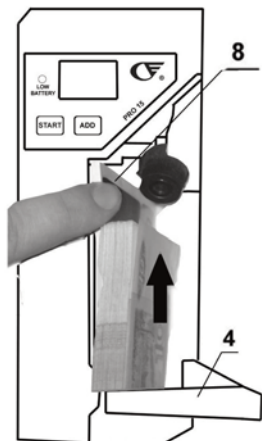

Рисунок 2
3.5 Уложите банкноты ровной стопкой и помещайте банкноты параллельно прижимной пластине 8 как показано на Рис.2, удерживая указательным пальцем прижимную пластину 8, до упора торца пачки.